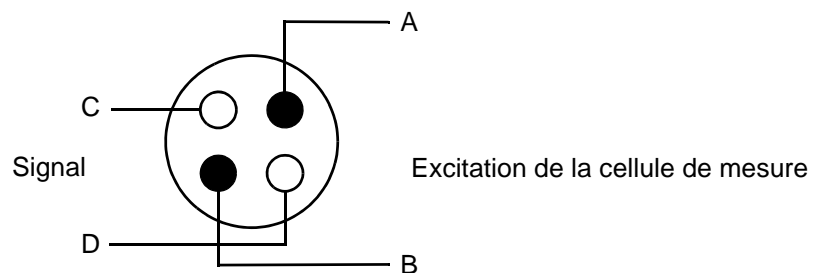

Figure 2-2. Disposition du câble de la cellule de mesure
- Le câble de la cellule de mesure **doit être un robuste câble quadripolaire**, voir Figure 2-2.